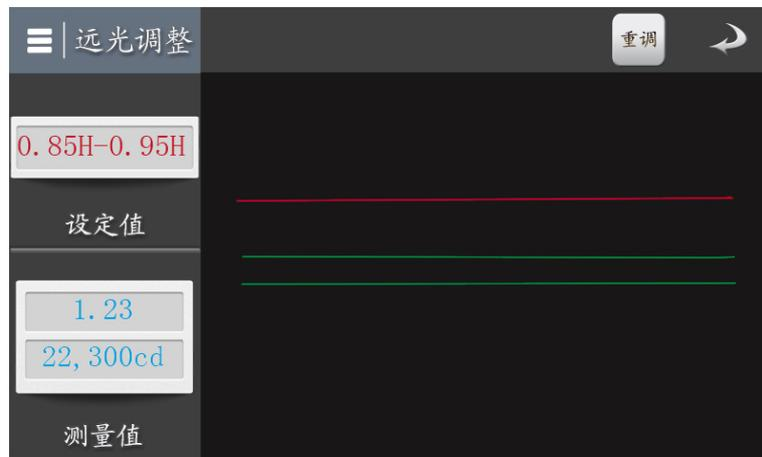

图 4.3 远光调整界面
(2)、远光调整。远光调整界面如图 4.3 所示：设定灯高输入完成后，点击“确定”键进入远光调整界面。屏幕中两条绿色线为设定值的上下限。屏幕左侧为当前测量值的灯高比与当前光强，打开车灯为远光灯，红色线为当前车灯位置，通过调整车灯角度，使红色线移动到两条绿色线之间，此时测量值到达设定值的范围内，远光调整结束。如需修改远光调整的设定值，点击屏幕右上方的“重调”按键，返回到参数输入界面进行上一步操作；如需返回，点击“返回”键，退出远光调整界面回到主界面。